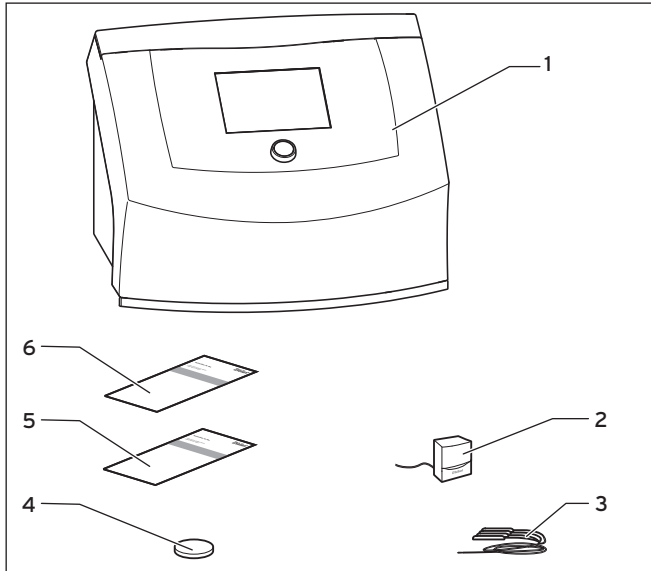

Abb. 3.1 Lieferumfang Verpackungseinheit Systemregler
- Prüfen Sie den Lieferumfang auf Vollständigkeit (→ Abb. 3.1).